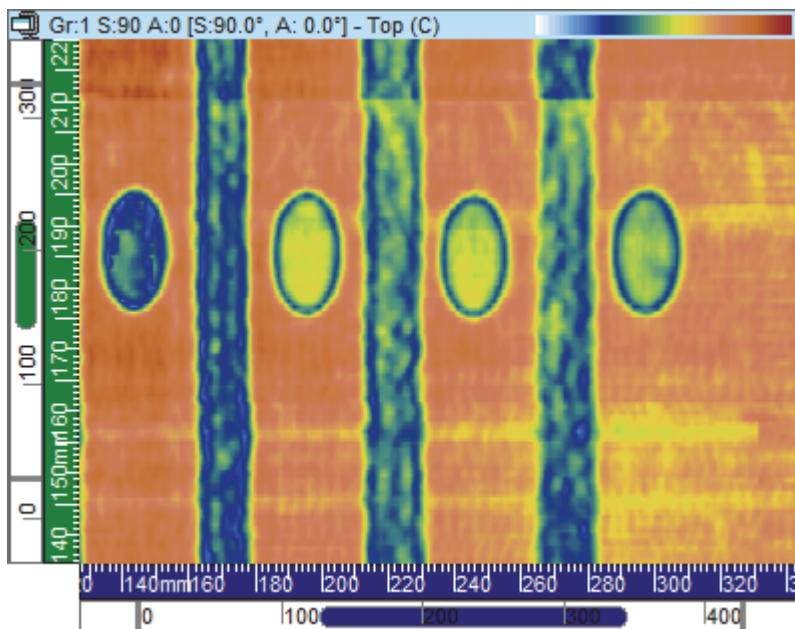

図 3-23 上面 (C) ビューの例
上面 (C) ビュー (86 ページの図 3-23) は、記録データを 2D グラフィックで表現したもので、検査する供試体の上面が投影イメージとして表示されます。軸の 1 つはスキャン軸で、もう 1 つはインデックス軸です。表示されるデータの位置は、データ収集時のエンコーダー位置と関連しています。投影されたイメージ上の任意の位置では、その位置における深さ補正值の範囲で検出された最大振幅に対応する色が表示されます。